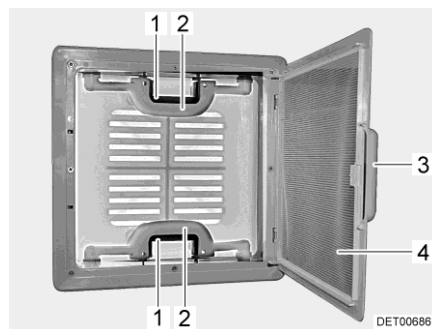

Fig. 61 Lanterneau à poussoirs
- Tirer sur la poignée (Fig. 61,3).
- Rabattre la moustiquaire (Fig. 61,4) vers le bas.
- Appuyer sur le verrou (Fig. 61,1) vers l'intérieur du lanterneau. Pousser le lanterneau simultanément vers le haut par la poignée (Fig. 61,2).
- Faire basculer la moustiquaire (Fig. 61,4) vers le haut jusqu'à ce qu'elle s'enclenche.
- Tirer fortement le lanterneau vers le bas par les deux poignées (Fig. 61,2) jusqu'à ce que les deux poussoirs (Fig. 61,1) s'encliquettent.